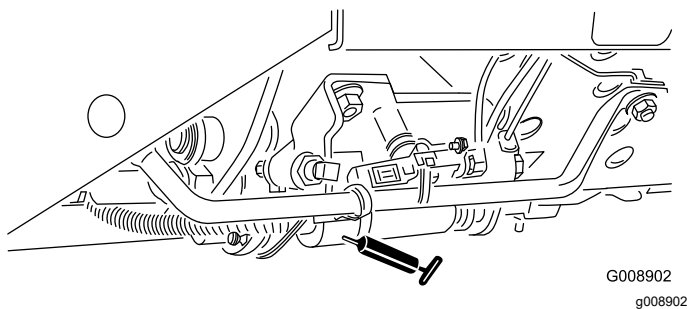

Figura 59
- Mando segar/transportar (Figura 59)